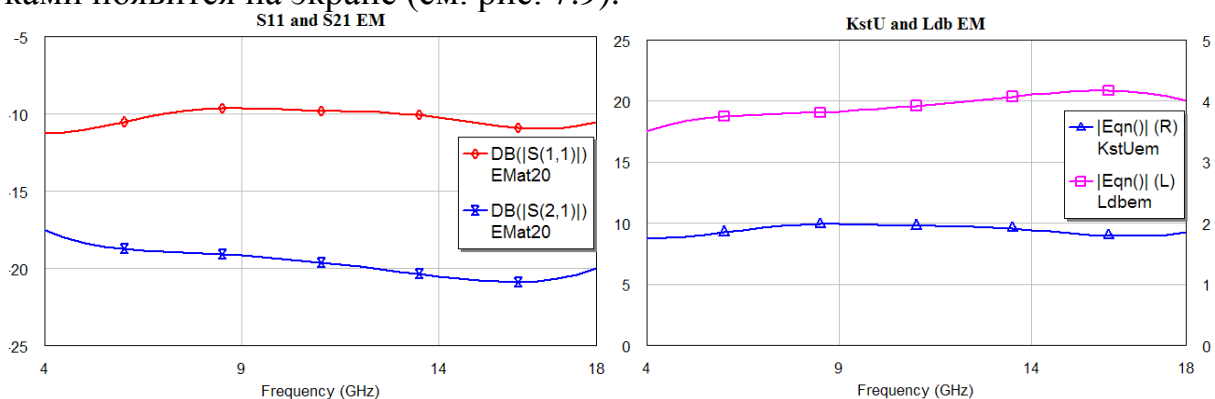

Рис. 7.9. Результаты расчета электромагнитной структуры аттенюатора
5.15. Провести анализ введенных параметров. Для этого выбрать команду «Analyze» в меню «Simulate». Графики с расчетными характеристиками появятся на экране (см. рис. 7.9).